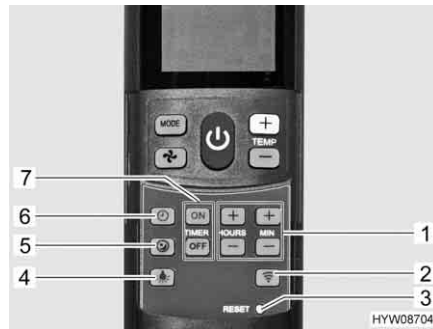

Fig. 97 Telecomando con tasti di impostazione
- Premere il tasto funzionamento silenzioso (Fig. 97,5). Durante il raffreddamento la ventola funzionerà ad un numero di giri inferiore, pertanto risulterà meno rumorosa.
- Premere il tasto ora (Fig. 97,6).
- Impostare le ore e i minuti con i tasti (Fig. 97,1).
- Premere il tasto "ON" (Fig. 97,7).
- Premere i tasti per l'impostazione degli orari (Fig. 97,1) fino a che non è stato raggiunto l'intervallo orario desiderato per l'accensione.
- Premere il tasto "OFF" (Fig. 97,7).
- Premere i tasti per l'impostazione degli orari (Fig. 97,1) fino a che non è stato raggiunto l'intervallo orario desiderato per lo spegnimento.
- Premere di nuovo il tasto "ON" o il tasto "OFF" (Fig. 97,7).
- Premere il tasto luce (Fig. 97,4). La luce viene accesa all'ultimo livello di regolazione impostato.
- Premere e tenere premuto il tasto luce (Fig. 97,4), finché non si raggiunge la luminosità desiderata.
- Premere il tasto luce (Fig. 97,4).